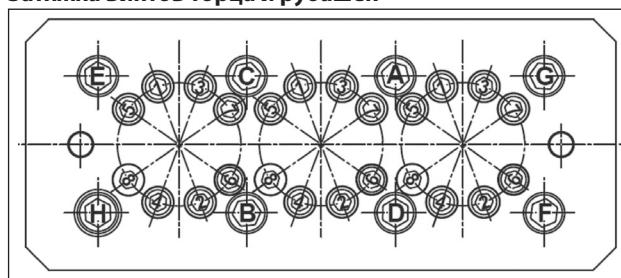

Рис. 51
- ** При затягивании винтов крепления торца нужно соблюдать этапы и порядок, предусмотренный на схеме на Рис. 51.
- *** При затягивании винтов крепления рубашек нужно соблюдать этапы и порядок, предусмотренный на схеме на Рис. 51.